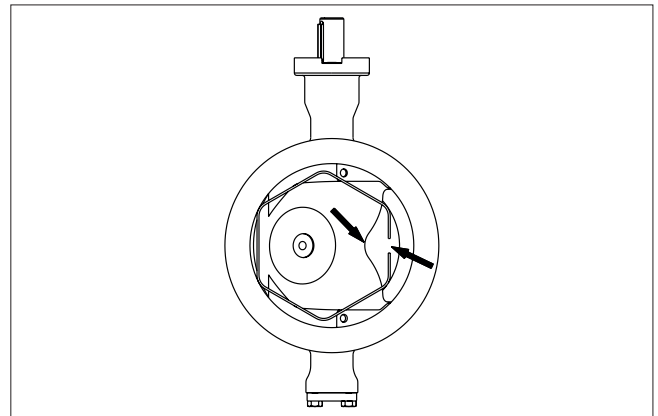

Abb. 27 Montieren des Sitzes
- Platzieren Sie die Schließfeder (5) auf dem Sitz.
- Wenn das Ventil offen ist, müssen die Federenden am V-Schlitz des Kugelsegments sein, siehe Abb. 27.